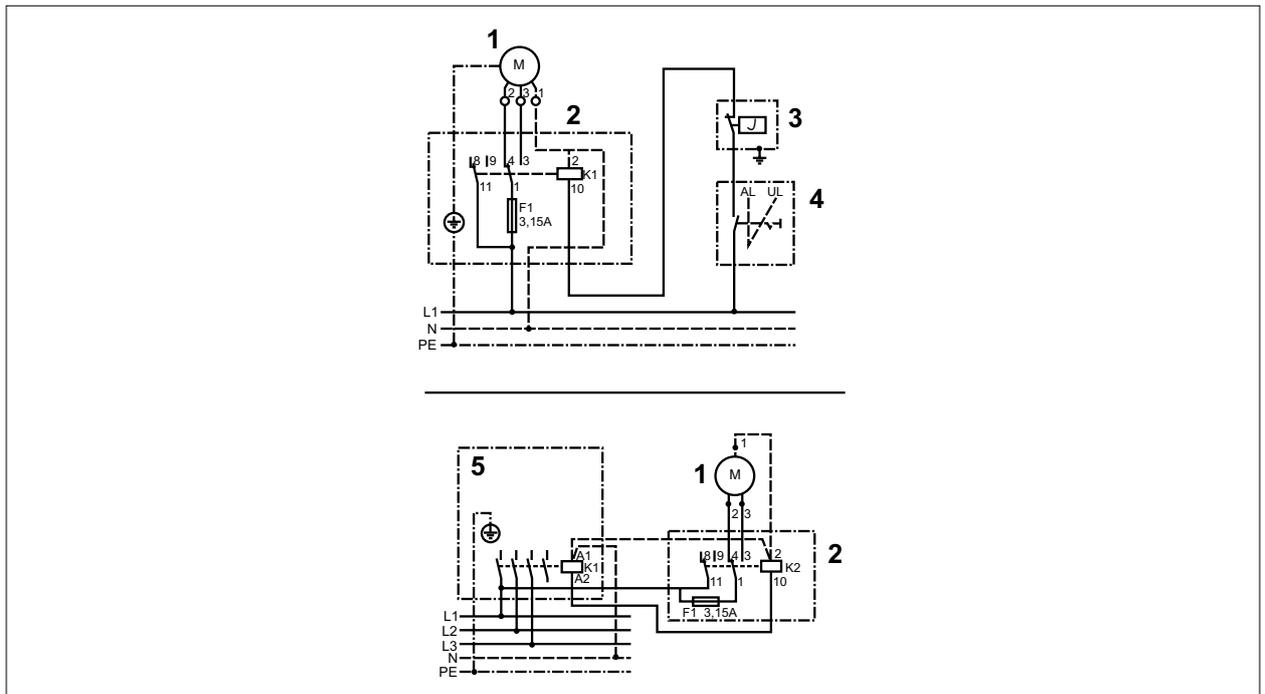

Fig. 7.10 Esquema de conexionado del relé automático A1
- ▶ Fig. 7.10 Esquema de conexionado del relé automático A1 Respetar